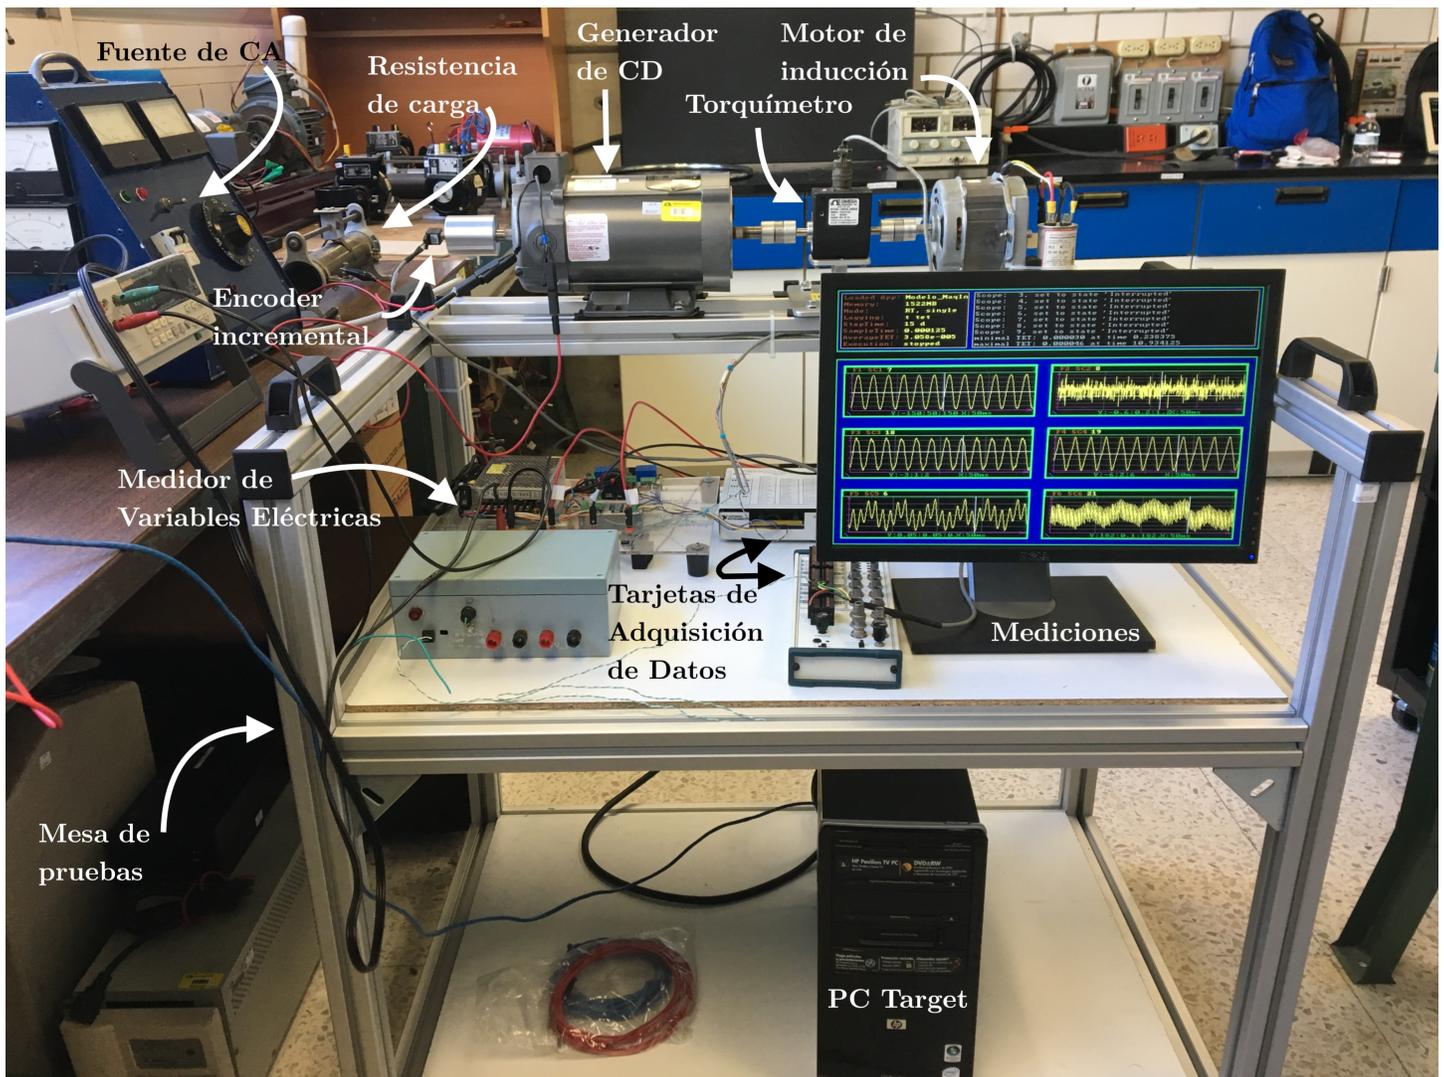

Figura 1. Plataforma de Pruebas del Sistema Motor de Inducción–
Antes de describir los pasos a seguir, es importante señalar los componentes más importantes que conforman el equipo, los cuales están señalados en la Figura 1. Para una mayor información sobre los diferentes componentes del equipo, consultar el documento “Memoria de Diseño” y el video tutorial que se encuentra en el CD “Configuración plataforma”.
- **Paso 13:** Variar la resistencia de carga (ver Figura 1), conectada a las terminales del generador de corriente directa para demandar el par mecánico requerido al motor de inducción a través del generador y realizar las pruebas de variación de carga.